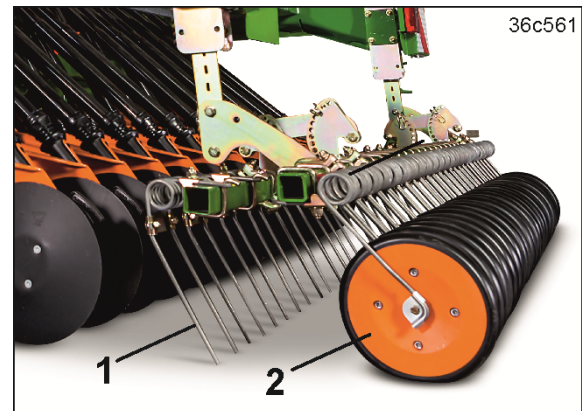

Fig. 88
- Striegelzinken (Fig. 88/1)
- Andruckrollen (Fig. 88/2).